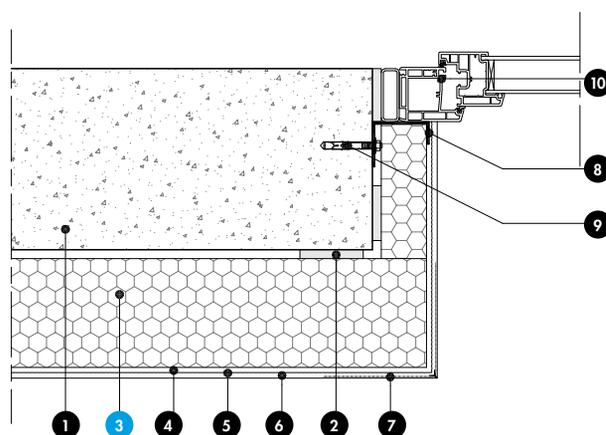

Fig. 19 : Menuiserie au nu intérieur (coupe horizontale)
**Nomenclature de la figure 19**